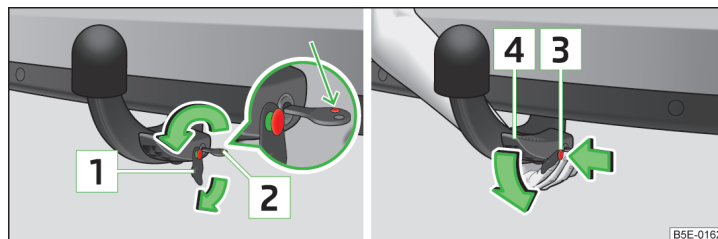

Fig. 157 Deblocați maneta de operare a tije cuplei / slăbiți tija cuplei
- Scoateți capacul **1** » fig. 157 de pe încuietorea tije cuplei în sensul săgeții.